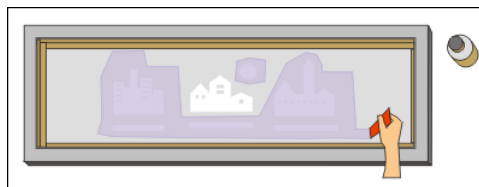

Imagen 405\_03
**B-** Aplicando bloqueador soluble en agua (sólo se utiliza en impresión con tintas a base de solventes), con pincel o mejor aún con una espátula de plástico por los dos lados de la pantalla (Imagen 405\_03). Se verifica que no queden aberturas y se seca con un secador de aire tibio.